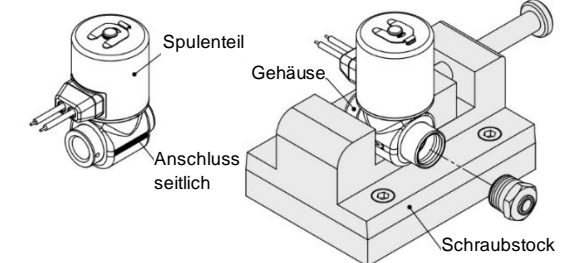

Abb. 1. Einspannbereich des Ventils
- Spannen Sie beim Anschließen der Leitungen/Verschraubungen das Ventil seitlich in einen Schraubstock ein. Siehe Abbildung 1.